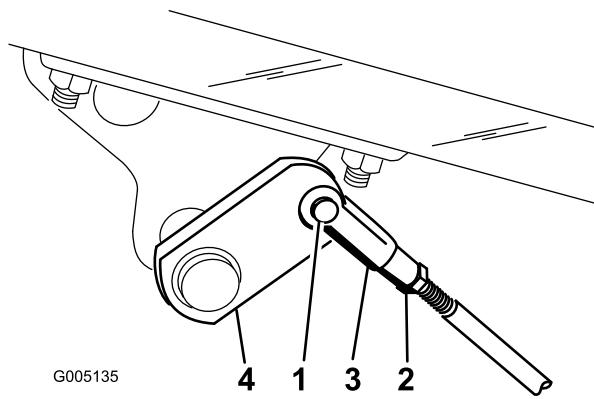

図 54
- ブレーキが片効きであれば、コッターピンとクレビスピンドルを外して、ブレーキロッドを外す（図 54）。
- ジャムナットをゆるめ、クレビスを調整する（図 54）。
- クレビスをシャフトに取り付ける（図 54）。